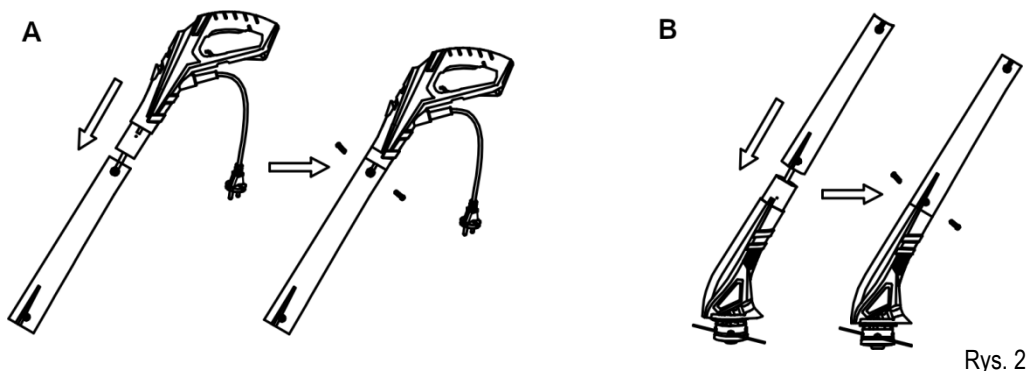

Rys. 1
Długość rury teleskopowej, na końcu której zamontowany jest zespół tnący, można regulować. Do tego celu służy blokada długości rury teleskopowej **5 (Rys. 1)**. Aby zmienić długość rury teleskopowej należy poluzować blokadę **5 (Rys. 1)**, rozsunąć rurę na potrzebną długość i ponownie dokręcić nakrętkę.
Możliwe jest również obrócenie rury teleskopowej do 180° poprzez odkręcenie blokady **13 (Rys.1)**, przekręcenie rury i ponowne dokręcenie nakrętki.
- Jeżeli żyłka okaże się zbyt długa, nie stanowi to problemu, zainstalowany w osłonie zespołu tnącego nóż **10 (Rys. 1)** przytnie żyłkę na właściwą długość.